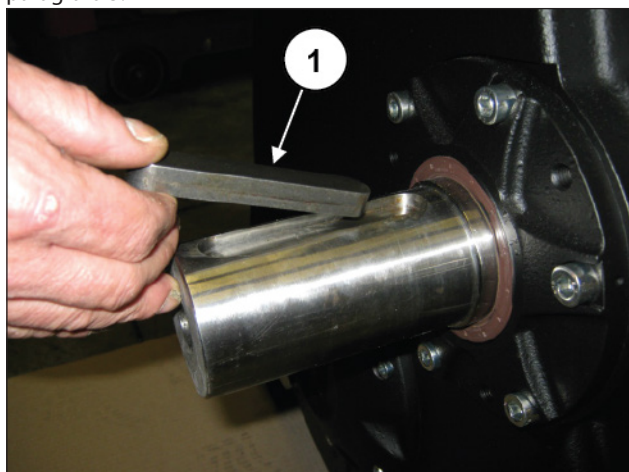

Fig. 145
Applicare la linguetta sull'albero PTO (pos. ①, Fig. 145). Tarare le viti con chiave dinamometrica come indicato nel paragrafo 3.